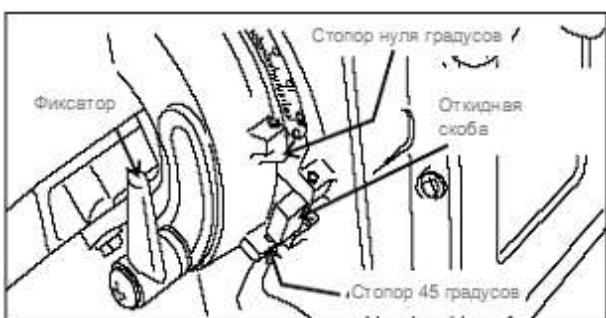

Рис. 21: Расположение опорных выступов и стопорной скобы для положений стола 0° и 45°.
2. Откинуть стопорную скобу (Рис. 21).